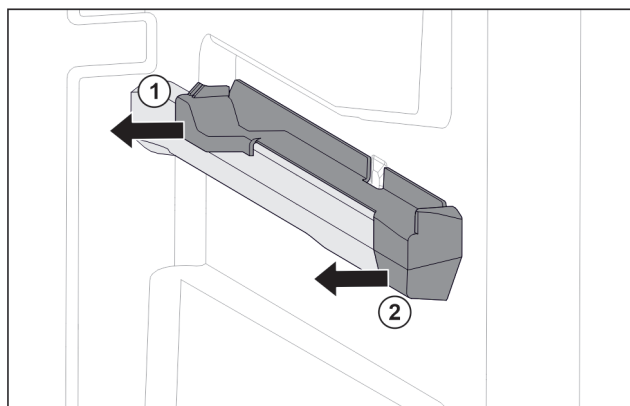

Fig. 121 右侧容器肋梁上的插装件
- 将插装件后部拉到一侧。 Fig. 121 (1)
- 将插装件前部拉到一侧。 Fig. 121 (2)